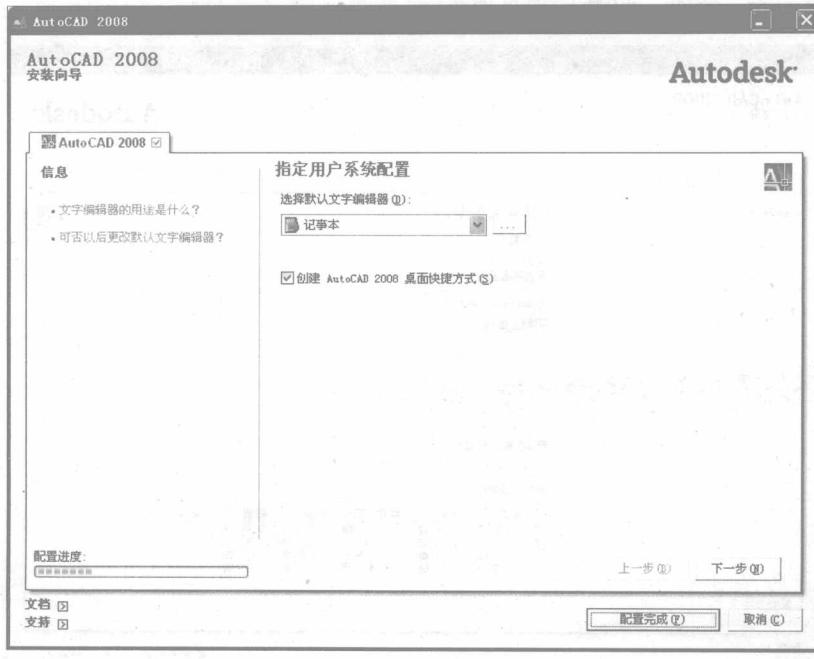

图 1-2-7
(8) 在对话框中点击“下一步”按钮，如图 1-2-7 所示。